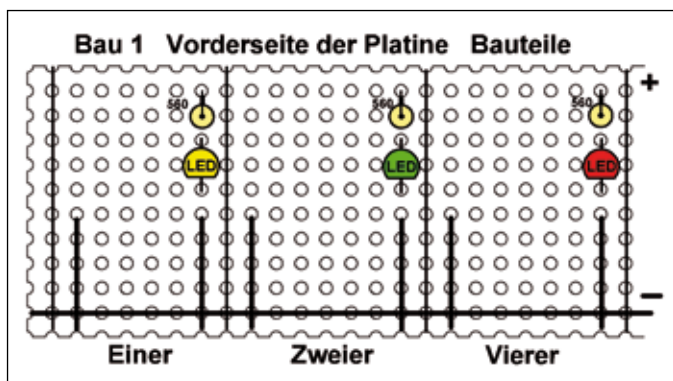

Bild 3
4. Setze die Widerstände 560 Ohm stehend auf die kurzen Striche der Platine (Bild 3 Bau1). Biege die Drähte von innen nach außen um die Plusleitung herum und löte sie an. Schneide die